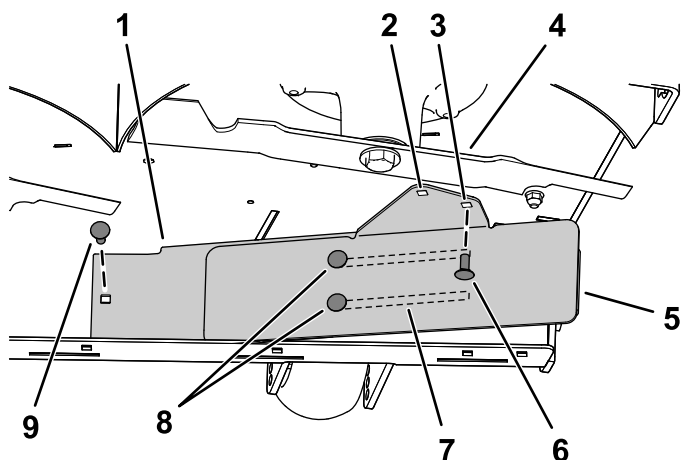

Figura 10
3. Instale el lado izquierdo del deflector con un perno de cuello cuadrado (5/16" x 3/4") y una tuerca con arandela prensada (5/16"), según se muestra en Figura 10.
4. Afloje los 2 pernos de cuello cuadrado (5/16" x 3/4") en las ranuras del deflector, y deslice el deflector hasta que el orificio esté alineado con el orificio de la carcasa de corte (Figura 10).
5. Instale el deflector según se muestra en Figura 10.
Importante: Asegúrese de usar el orificio correcto para el deflector; consulte Figura 10.
6. Apriete los 2 pernos de cuello cuadrado (5/16" x 3/4") en las ranuras del deflector (Figura 10).